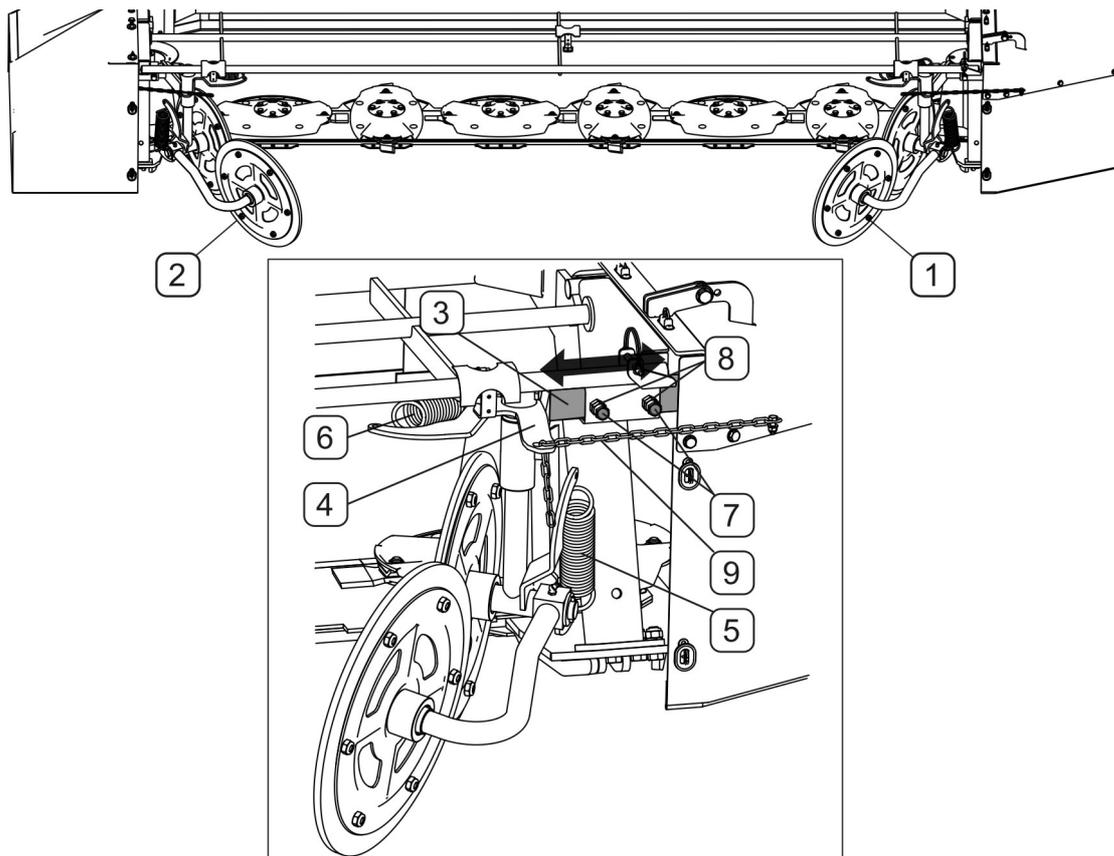

ABBILDUNG 4.8 Einstellung des Schwadabstreifers PDF300
- die Kontermuttern (8) und die Bolzen (7) lösen (ABBILDUNG 4.8),
- den Arm (3) entsprechend verschieben, die Schrauben (7) anziehen und sie mit den Kontermuttern (8) sichern,